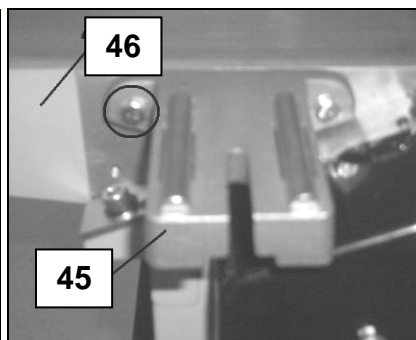

Fig 38
- Vissez le support de guide (45) sur la table d'entrée (46) (Fig 38).